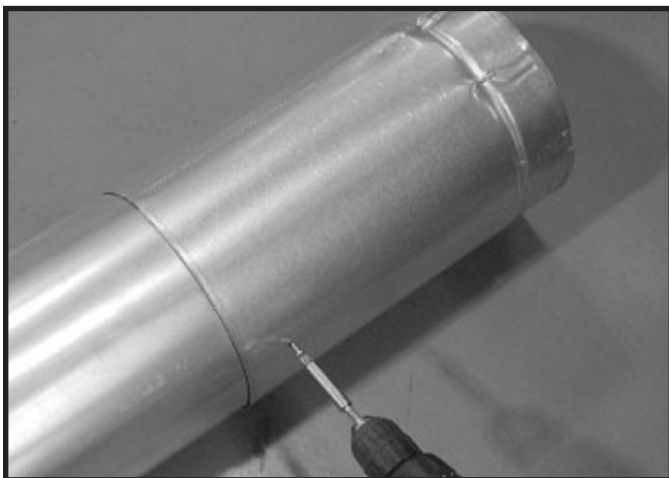

Figure 7.7 Visser dans la section coulissante
- Fixez le conduit et la section coulissante avec deux vis d'une longueur inférieure à 38 mm (1/2 po) en utilisant les trous de guidage sur la section coulissante. Voir la figure 7.7.